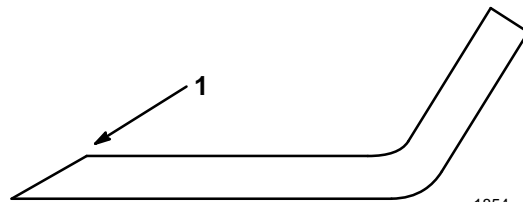

Figure 36
1. Au moyen d'une lime, aiguiser les arêtes de coupe aux deux bouts de la lame (Fig. 36) en veillant à conserver l'angle de coupe d'origine. Limer la même quantité de métal sur chacune des deux arêtes pour ne pas déséquilibrer la lame.